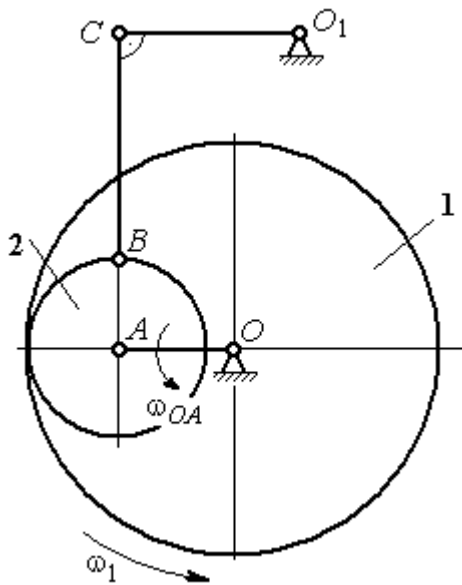

Рис. 2.17. Планетарный механизм
**Задача 29.** В планетарном механизме (рис. 2.17) кривошип  $OA$  длиной
$OA = 25$  см вращается вокруг неподвижной оси  $O$ , перпендикулярной плоскости рисунка, с угловой скоростью  $\omega_{OA} = 3,6$  рад/с. На конец  $A$  кривошипа насажена шестерёнка 2, находящаяся во внутреннем зацеплении с колесом 1 радиуса  $r_1 = 45$  см, соосным с кривошипом  $OA$  и вращающимся с угловой скоростью  $\omega_1 = 1$  рад/с. Шатун  $BC$ , шарнирно соединённый с шестерёнкой 2 на её ободе в точке  $B$ , приводит в движение кривошип  $CO_1$ . Определить угловые скорости шестерёнки 2, шатуна  $BC$  и кривошипа  $CO_1$ , скорости точек  $A, B, C$  в положении, показанном на рис.2.17, если длина шатуна  $BC = 100$  см, длина кривошипа  $CO_1 = 50$  см.